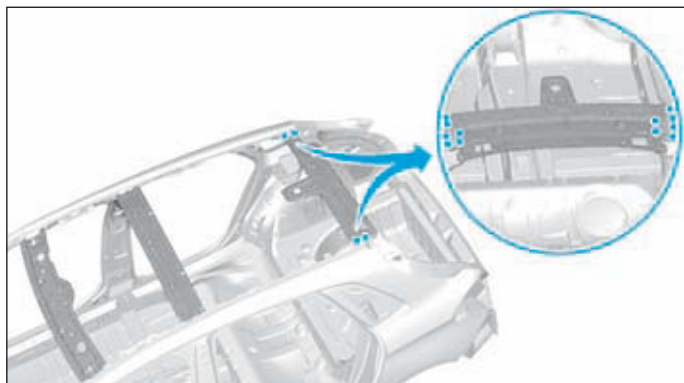

FIG.147
- points bouchons MAG puis meuler les points de soudure (Fig.147).